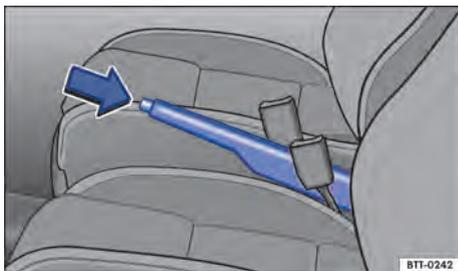

Fig. 147 Entre os bancos dianteiros: freio de estacionamento.
- Puxar a alavanca do freio de estacionamento um pouco para cima e pressionar o botão bloqueador no sentido da seta → Fig. 147.